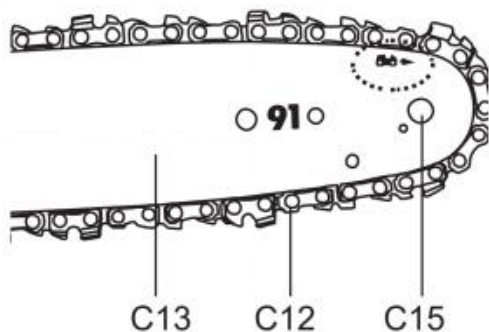

Fig. 11
7) Sågkedjans rörelse är enligt pilen (fig. 11).
Se till att sågkedjan (C12) är korrekt placerad över kedrehjulet (C15) på svärdet (C13). (Bild 11)